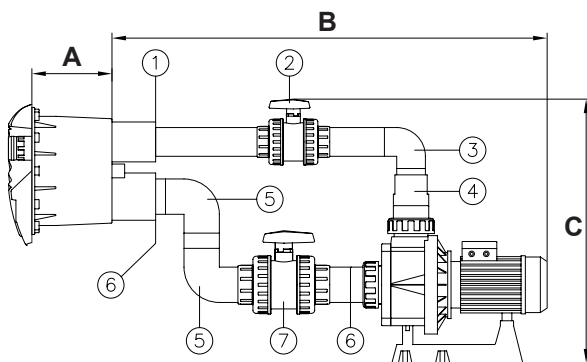

Fig. 6
- Encolar el casquillo reducido de 75x63 mm. (nº 1, fig. 6) en la toma de impulsión del nicho (ver fig. 6).
- Encolar un tubo Ø 63mm (*) al casquillo reducido (nº 1, fig. 6).
- Encolar la válvula Ø 63mm. (nº 2, fig. 6) al tubo Ø 63mm (*).
- Encolar un tubo Ø 63mm (*) a la válvula Ø 63mm (nº 2, fig. 6).
- Encolar codo Ø 63mm. (nº 3, fig. 6) al tubo Ø 63mm (*).
- Encolar tubo Ø 63mm (*) al codo (nº3, fig.6).
- Encolar reducción cónica 90/75/63 mm. (nº 4, fig. 6) al tubo Ø 63mm (*) y al racor de la bomba Ø 90mm.
- Encolar el casquillo reducido de 90x75 mm. (nº 6, fig. 6) en la toma de aspiración del nicho (ver fig. 6).
- Usando un tubo Ø 75mm (*) encolar un codo Ø 75mm. (nº 5, fig. 6) al casquillo reducido (nº 6, fig. 6).
- Usando un tubo Ø 75mm (*) uniremos el otro codo Ø 75mm. (nº5, fig. 6) al codo ya encolado (ver fig. 6).
- Encolar la válvula Ø 75mm (nº7, fig. 6) al codo (nº 5, fig. 6) usando un tubo Ø 75mm. (*) para unirlos.
- Encolar un tubo Ø 75mm (*) a la válvula (nº 7, fig. 6).
- Encolar un casquillo reducido 90x75 mm. (nº 6, fig. 6) al tubo Ø 75mm. (*) y al racor de la bomba Ø 90mm.